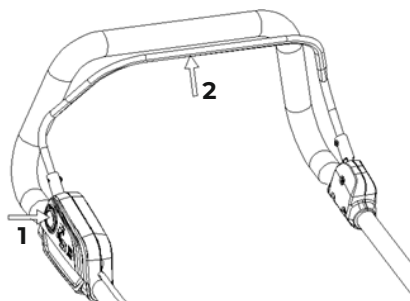

Рис. 24
Запустите косилку, выполнив нижеописанные действия (рис. 24).
- Нажмите на кнопку – предохранитель от случайного включения (поз.1 рис. 24).
- Нажмите и удерживайте рычаг управления (поз.2 рис. 24). Если вы отпустите рычаг управления (поз.2 рис. 24), то газонокосилка выключится.